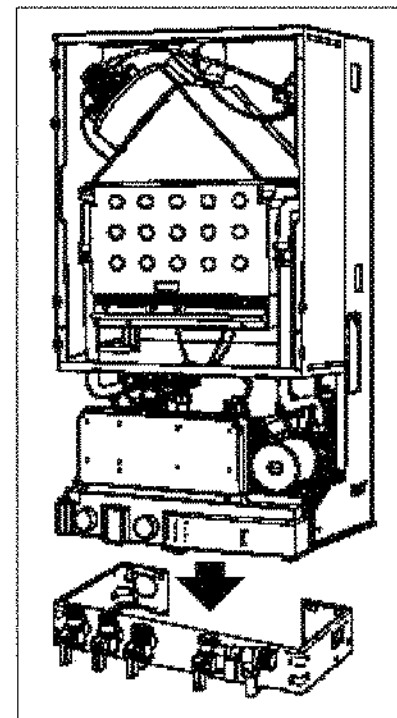

Fig. 10
- Présenter la chaudière au dessus de la barrette, la laisser descendre en appui sur celle-ci (fig. 10).
- Mettre en place les différents joints fournis, le joint "G" (caoutchouc) sur le gaz, et serrer les raccords des tubes de liaison en commençant par le tube gaz (fig. 10 a).
Fig.10 a